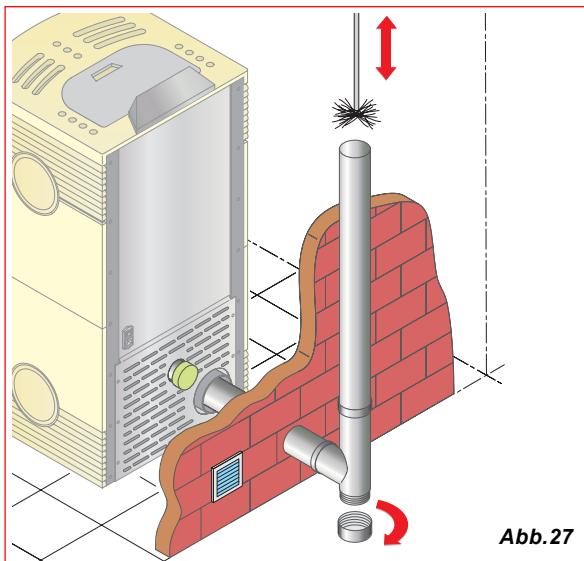

Abb.27
- Die Reinigung der Rauchabzugsanlage: Besonders in der Nähe der T-förmigen Verbindungsstücke und der horizontalen Abschnitte (Abb. 27).